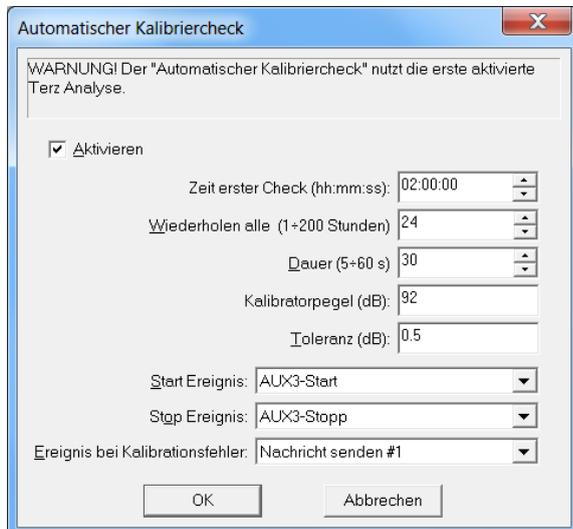

Abbildung 3.6: Konfiguration der Parameter des Automatischen Kalibrierchecks
Speziell für Fernüberwachungen bietet Samurai die Möglichkeit eines zeitgesteuerten, automatischen Kalibrierchecks von Außenmikrofonen und entsprechender Benachrichtigung über das Ergebnis der Überprüfung per E-Mail. Diese Funktion erfordert ein Mikrofon mit einer integrierten elektrostatischen Anrege- Elektrode. Das entsprechende Konfigurationsfenster (Abbildung 3.6) kann über das Hauptmenü **Messhardware -> Automatischer Kalibriercheck** geöffnet werden.
4. Öffnen Sie nun das Fenster in Abbildung 3.6 und treffen Sie Ihre Einstellungen.